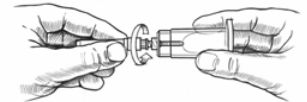

Fig. 2
- Skru kanylen vinkelrett inn i rørholderen (Fig. 2). Kontroller at kanylen er godt festet, slik at den ikke løsner under bruk.